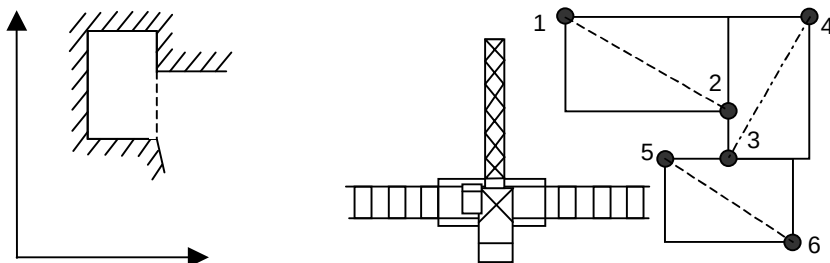

Рисунок 30 - Варианты построения погрузочно-разгрузочных площадок
Разгрузочная площадка состоит из прямоугольных участков (до десяти) и при установке координатной защиты разгрузочной площадки вводятся координаты точек, принадлежащих концам диагоналей этих "прямоугольников" (см.рисунок 30). Стороны "прямоугольников" располагают параллельно осям системы координат.
- подведя крюковую обойму к первой заранее намеченной точке (Рисунок 30) зафиксировать ее координаты нажатием кнопки "↵" ;